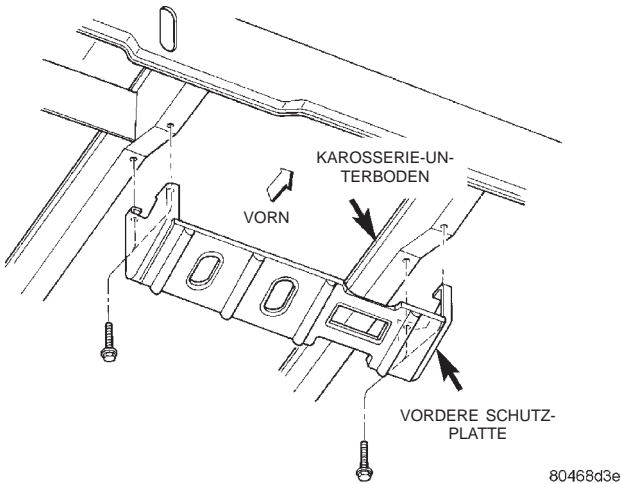

Abb. 2 Vordere Schutzplatte
(1) Die Schutzplatte abstützen.
(2) Die Befestigungsschrauben lösen, mit denen die Schutzplatte am Rahmen befestigt ist (Abb. 2).
(3) Die Schutzplatte absenken.